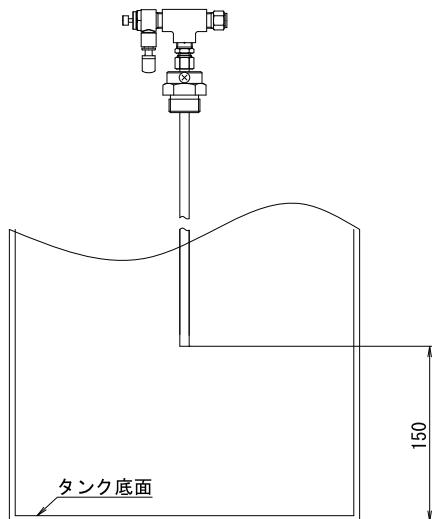

Fig.3.7
- 2) 検知管のパイプ先端をタンク底面から 150 mm 高い位置に調整してから、「検知管固定ネジ」にて確実に固定してください。このとき、検知管を勢いよくタンク底面に押し当てないでください。(Fig.3.7)